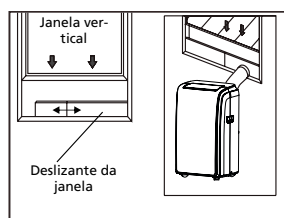

Fig. 5
- 4 Coloque a saída da mangueira no kit deslizante da janela e vedante. (Fig. 5 e 6).